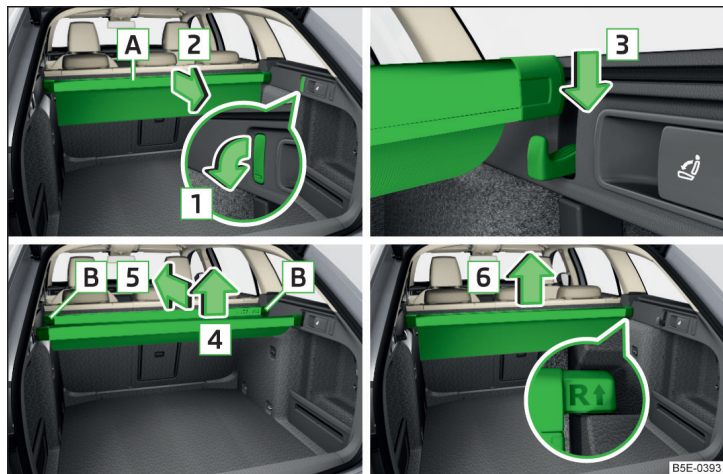

Fig. 112 Extragerea/introducerea/împingerea/îndepărtarea buzunarului multifuncțional
- Rabatați în jos cârligele frontale de pe ambele laterale ale portbagajului, în sensul săgeții [1] » fig. 112.
- Îndepărtați bagheta posterioară de pe cârlige, în sensul săgeții [4] » fig. 112.
- Îndepărtați buzunarul multifuncțional din punctele de fixare, în sensul săgeții [6] » fig. 112.